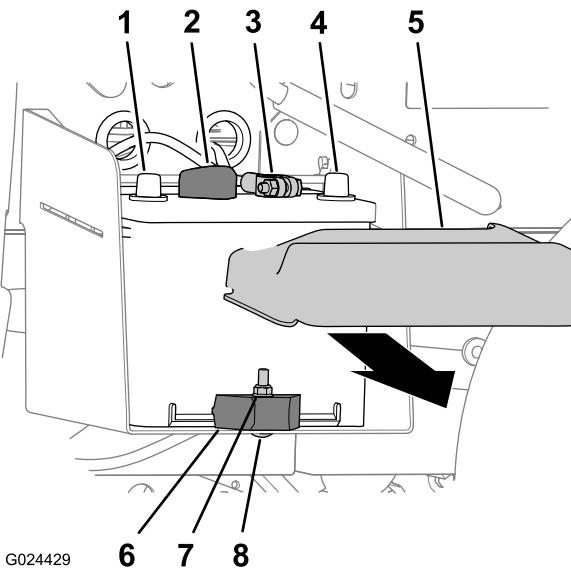

Figure 38
1. Appuyez de chaque côté du couvercle de la batterie et enlevez le couvercle en haut de la batterie (Figure 38).
2. Débranchez le câble positif de la borne de la batterie (Figure 38).
3. Débranchez le câble négatif de la borne de la batterie (Figure 38).
2. Retirez le contre-écrou, le boulon de carrosserie et la barrette qui fixent la batterie à son support (Figure 38).
3. Enlevez la batterie de son support (Figure 38).
1. Alignez la batterie sur son support sur la machine (Figure 38).
- Remarque:** Vérifiez que les bornes positive et négative de la batterie sont alignées comme montré à la Figure 38.
2. Fixez la batterie à son support au moyen de la barrette de maintien, du boulon de carrosserie et du contre-écrou (Figure 38).
1. Rebranchez le câble positif à la borne de la batterie (Figure 38).
2. Rebranchez le câble négatif à la borne de la batterie (Figure 38).
3. Reposez le couvercle au sommet de la batterie (Figure 38).